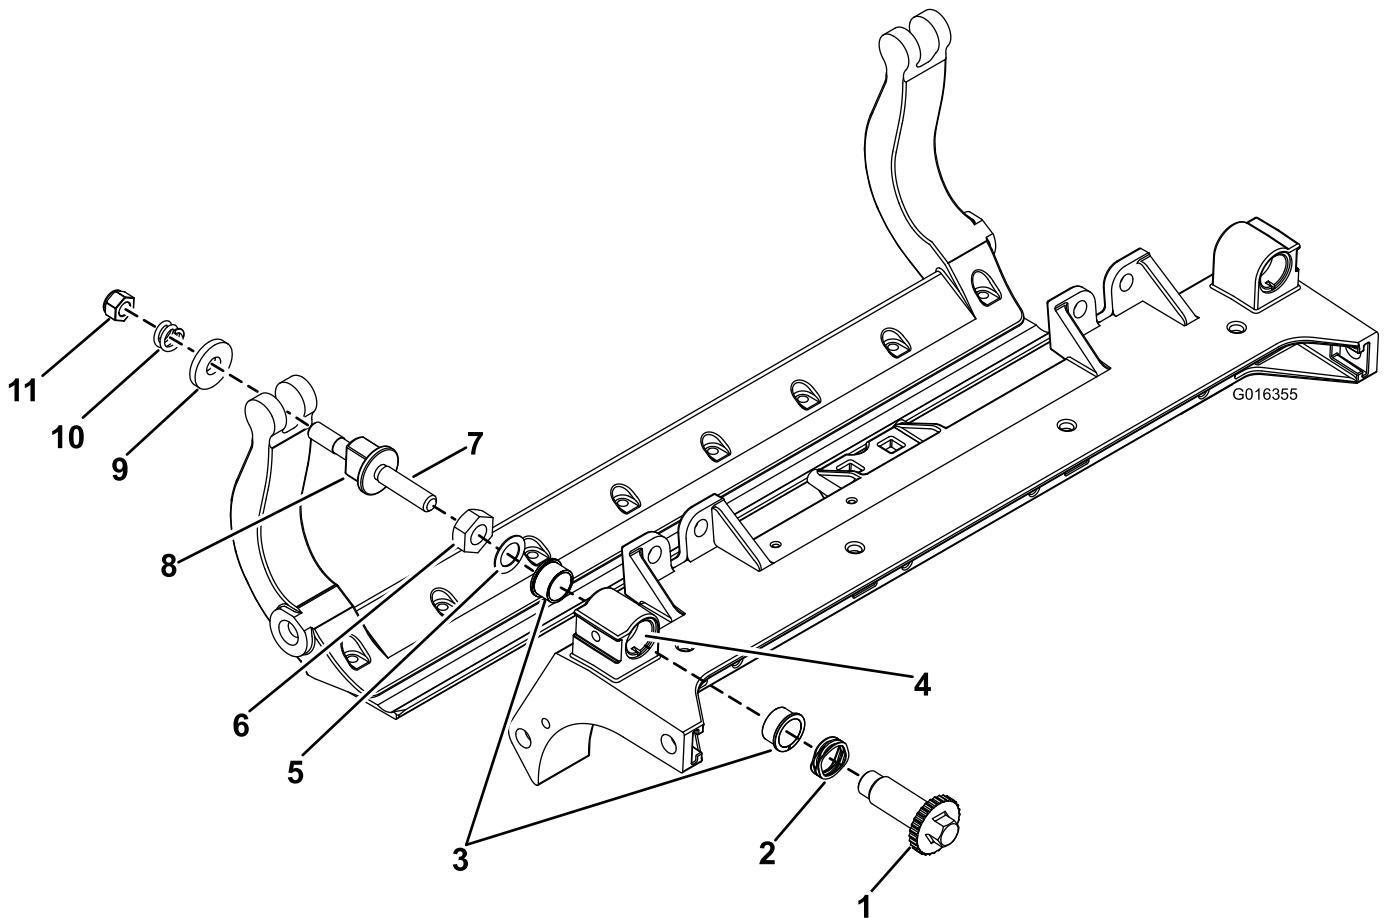

Figura 5
2. Applicate del lubrificante Never Seize all'interno dell'elemento in cui vanno montate le boccole, sul telaio centrale dell'apparato di taglio (Figura 5).
3. Allineate le chiavette sulle boccole flangiate alle scanalature sul telaio e montate le boccole (Figura 5).
4. Montate una rondella ondulata sull'albero del dispositivo di regolazione e inserite l'albero all'interno delle boccole flangiate sul telaio dell'apparato di taglio (Figura 5).
5. Fissate l'albero del dispositivo di regolazione con una rondella piana e un dado di bloccaggio (Figura 5). Serrate il dado di bloccaggio a una coppia di 20-27 Nm.